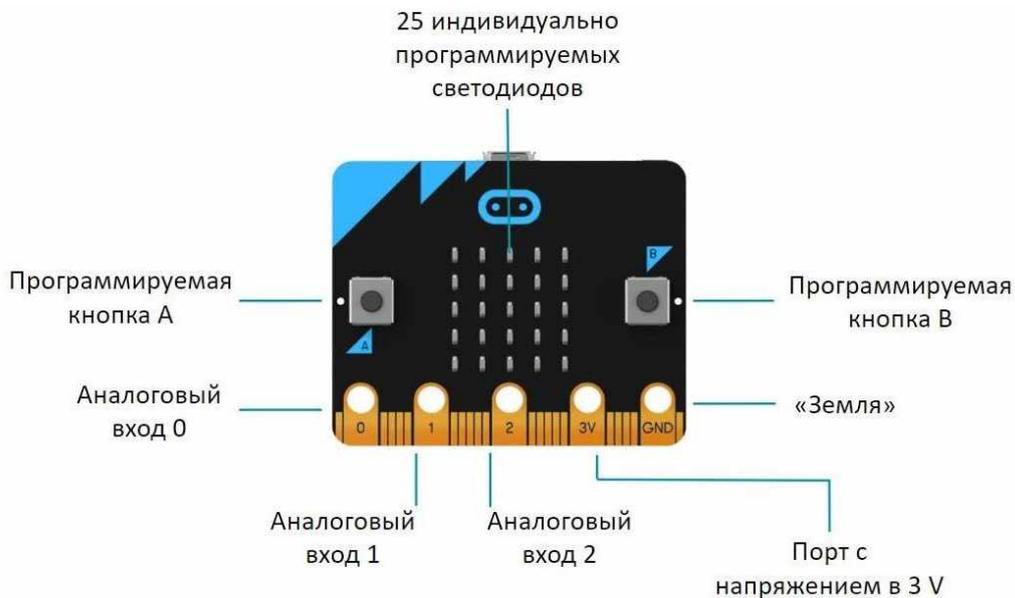

Рисунок 1.1 – Лицевая сторона платы
- § контакты ввода-вывода (0 – 2 – аналоговые, 3V, GND, 23 малых контакта) (см. рисунок 1.1);